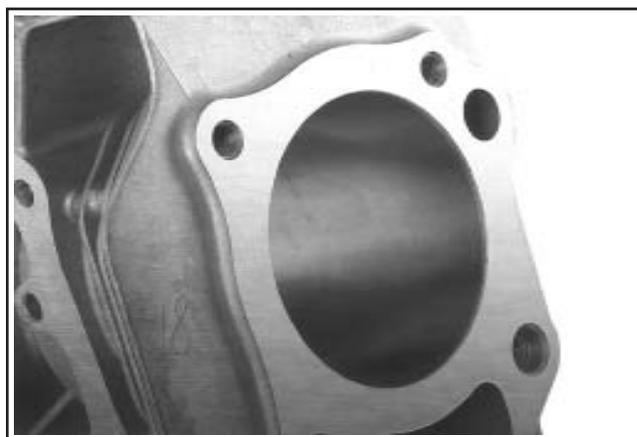

Figure 10-7. Hachure croisée du trou du cylindre après réalésage.
3. Quand le trou est à **0,064 mm (0,0025 pouce)** de la taille souhaitée, retirer les pierres grossières pour les remplacer par des pierres à brunir. Continuer à utiliser les pierres à brunir jusqu'à **0,013 mm (0,0005 pouce)** de la taille souhaitée et terminer avec des pierres de finition (grain 220-280) pour polir à la cote finale. Une hachure croisée doit être ménagée si le réalésage est effectué correctement. Les hachures doivent se croiser à environ **20°** par rapport à l'horizontale. Un angle trop obtus risque de faire sauter les segments ou de causer une usure excessive ; un angle trop aigu augmente la consommation d'huile. Voir la figure 10-7.